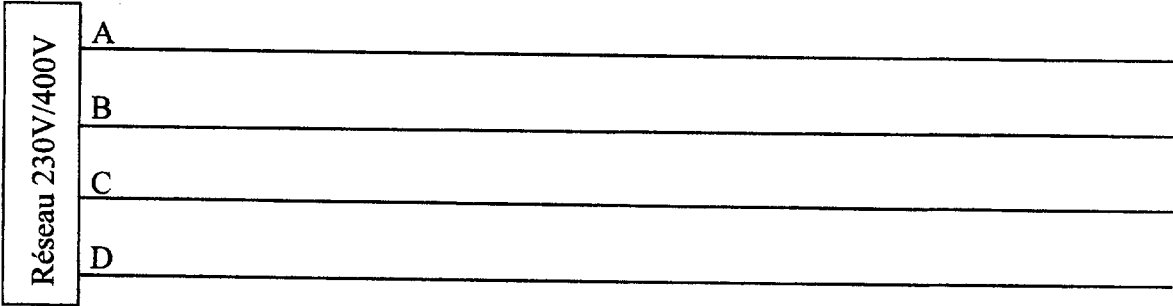

Figure 1
1.2. Placer les voltmètres V_1 et V_2 sur la figure 1 du document réponse.